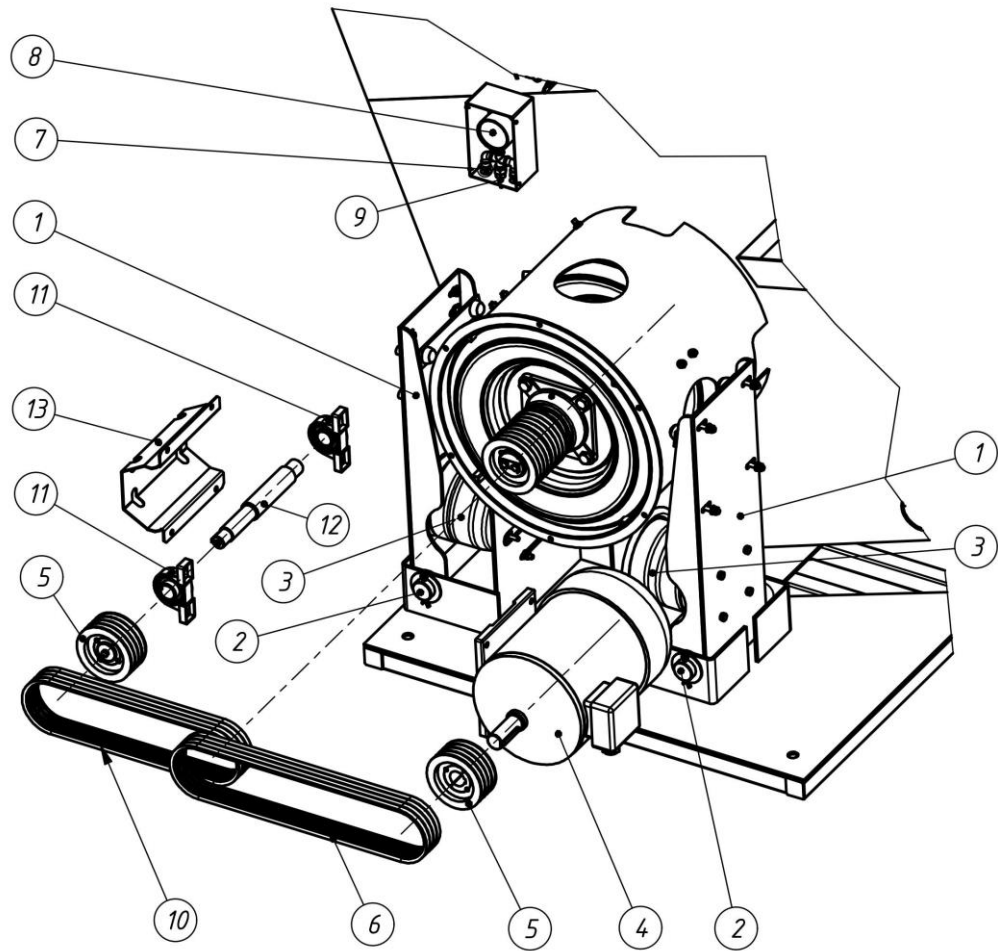

Рис.5
Адаптивная система натяжения ремней главного привода (АСНР) (Рис.5) состоит из: двигательных площадок (1), установленных на осях (2), пневмоамортизаторов (3), электродвигателя (4), ведущих шкивов (5), ремней клиноременной передачи (6) и (10), воздушных шлангов (7), манометра (8) для контроля давления воздуха в системе, ниппеля подкачки (9), подшипниковых опор УКР 210 Н (11), вала (12), кожуха (13).